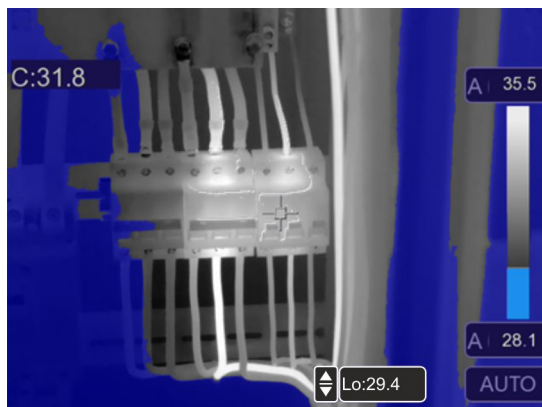

Fig. 41: Selección isoterma Alarm low Temp
7. Toque el rango “Lo” en la parte inferior del visualizador y utilice las teclas flecha ▲ o ▼ para configurar el valor del umbral de temperatura mínima por debajo de la cual el instrumento muestra los puntos de la imagen en color azul y en gris los restantes puntos (ver la Fig. 41)